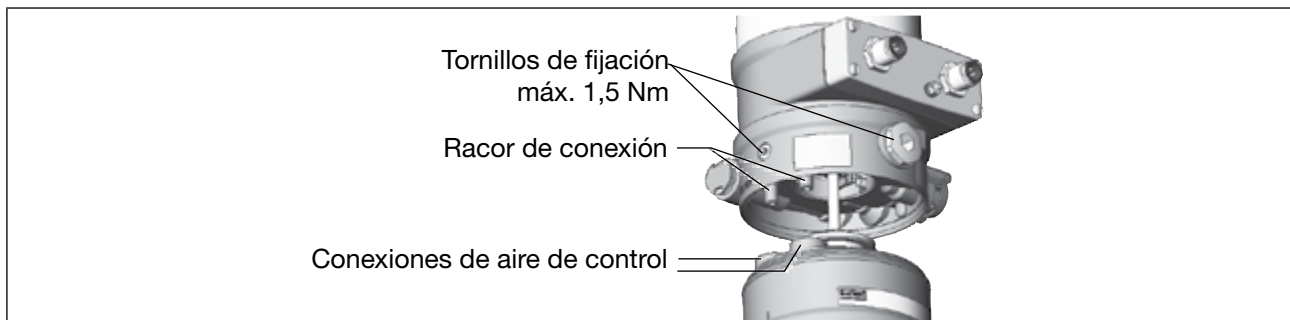

Imagen 15: Orientación de las conexiones de aire de control
1. Alinee las conexiones de aire de control del actuador con los racores de conexión del Tipo 8692, 8693 (consulte Imagen 15).